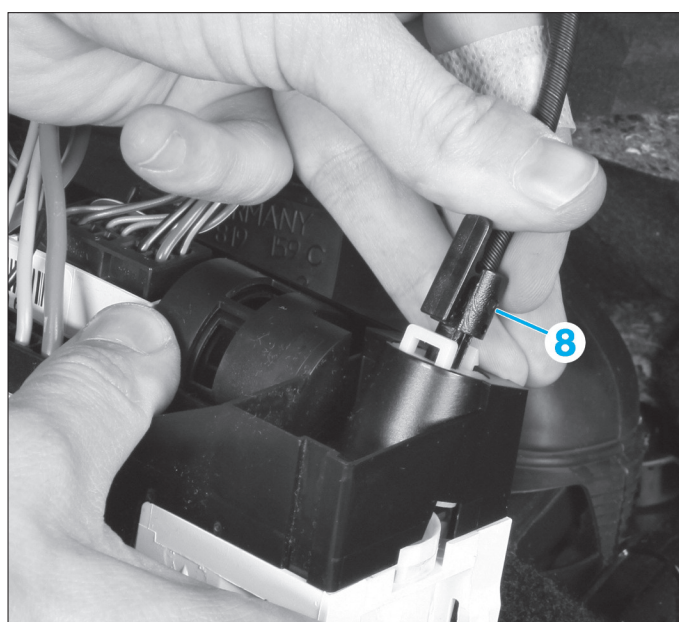

FIG. 41
- Déconnecter le câble (8) (Fig.41).